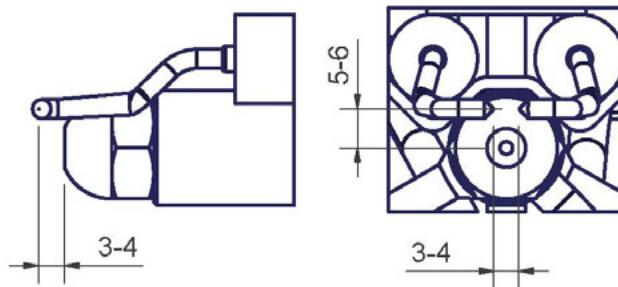

Рис. 50
- Проверьте запальныи электроды (см. стр.44), очистите, отрегулируйте и, при необходимости, замените (см. Рис. 50).